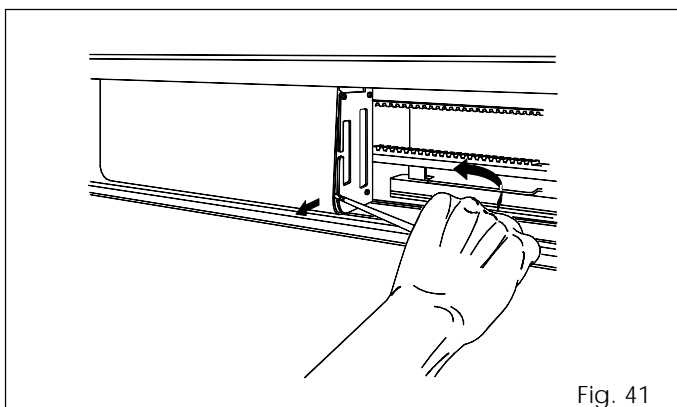

Fig. 41
- Pour enlever le couvercle de protection de l'unité de contrôle SDM, faire légèrement pression avec un tournevis d'après la fig. 41.